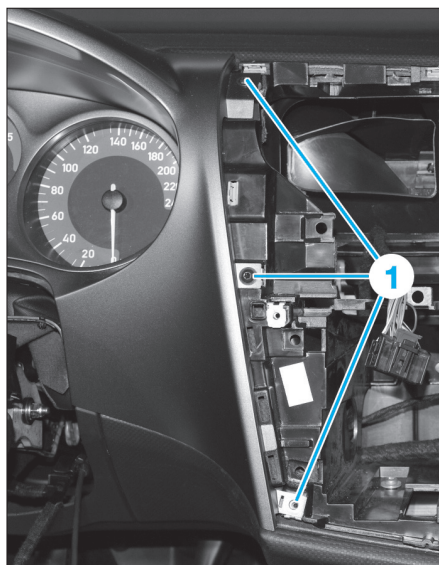

Fig. 27
- Déposer les vis (1) (Fig.27).